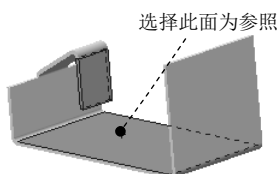

图 10.2.15 与面垂直
- ☑ ☒ **与面垂直(N)** 单选项：创建后的边线-法兰与选择的面垂直，如图 10.2.15 所示。